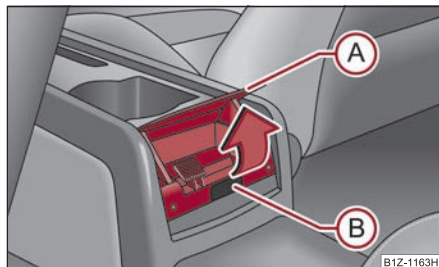

Fig. 114 Consola central baja: Cenicero trasero
- Debe asir la tapa del cenicero por el borde inferior (A) y abrirla en el sentido de la flecha ⇒ fig. 114.